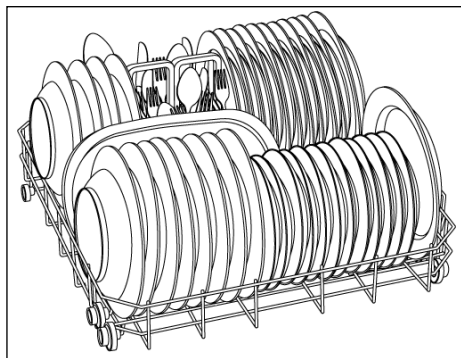

Abb. 3
• WATERBLOCK (Abb. 3)
ANMERKUNG: HEBEN ODER SENKEN SIE DEN KORB NIEMALS EINSEITIG (Abb. 3).
- Ziehen Sie schließlich die Siebplatte aus der Bodenwanne heraus wie in der (Abb.3) ersichtlich. Spülen Sie alle Teile gründlich unter fließendem Wasser und reinigen Sie diese eventuell mit einer Bürste.